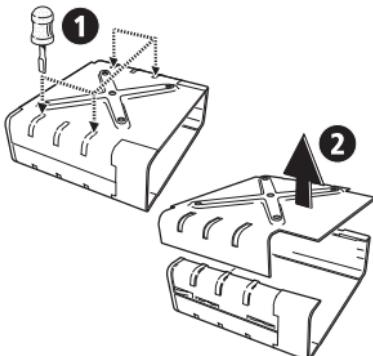

Figure 3 : Démontage du support
- Pour démonter le support, posez-le sur une surface ferme et apuyez, à l'aide d'un tournevis, sur l'une des parties saillantes du milieu situées de chaque côté du couvercle, comme l'illustre la Figure 3